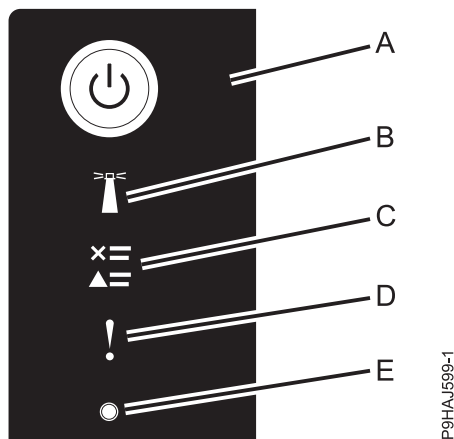

Figura 12. LED de panel de control
- El LED de alimentación (A), tal como se muestra en la figura siguiente, parpadea.
3. Pulse el botón de encendido (A) en el panel de control, tal como se muestra en la Figura 12.